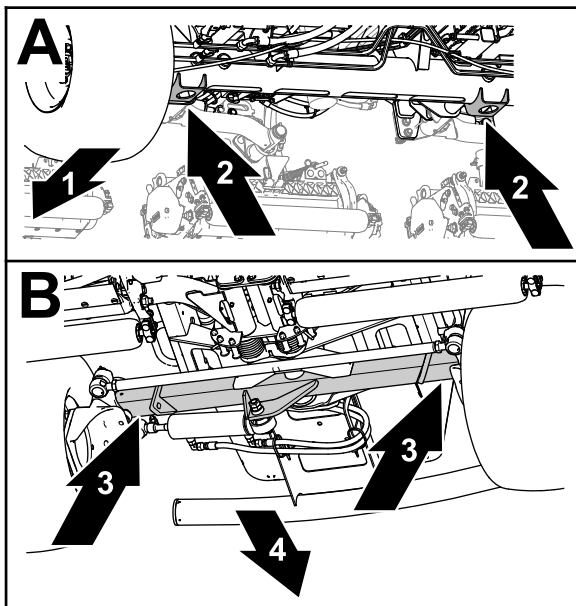

Figure 106
- Avant – supports de cric du tube d'essieu avant (Figure 106).